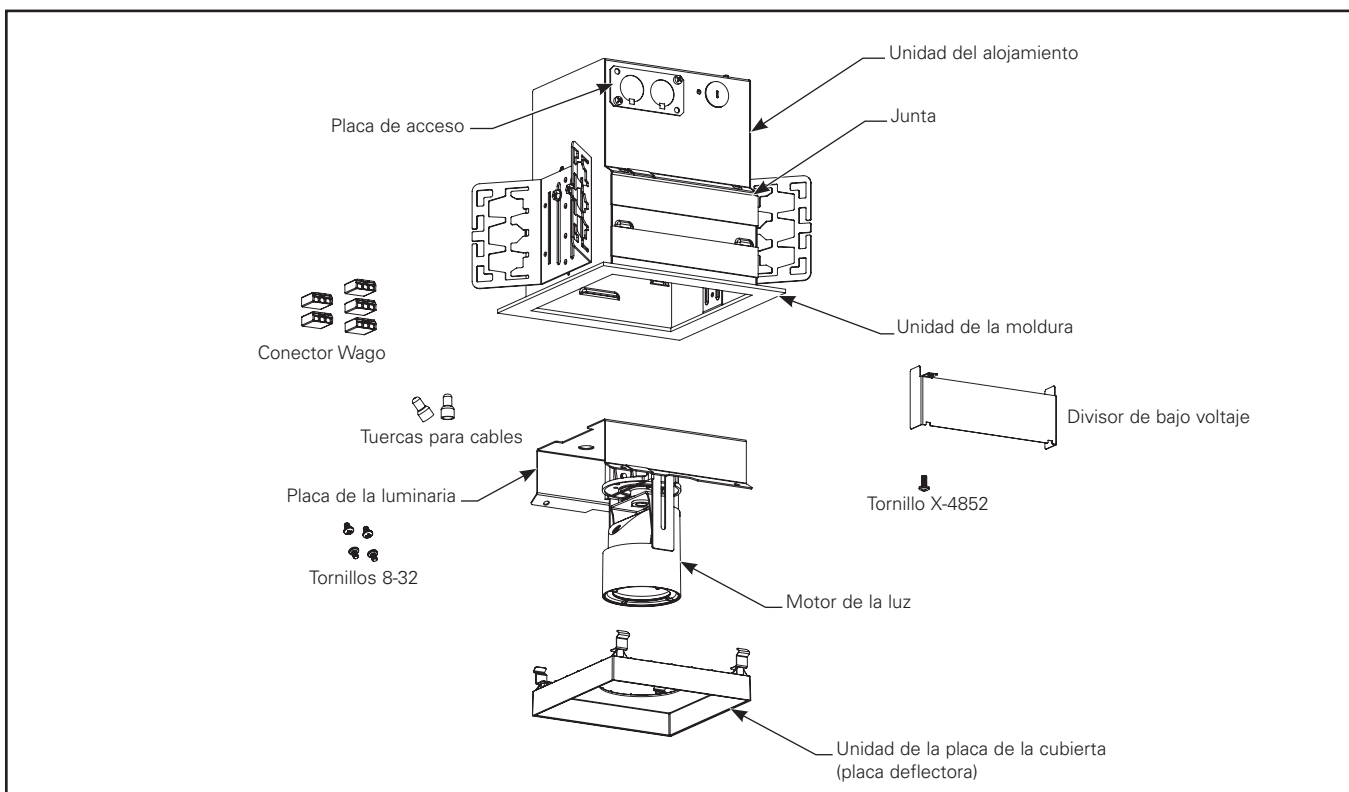

Figura 1.1.
1. Desembale la luminaria multicabezal de la serie HCM y asegúrese de que todas las piezas estén incluidas. (Figura 1.1)